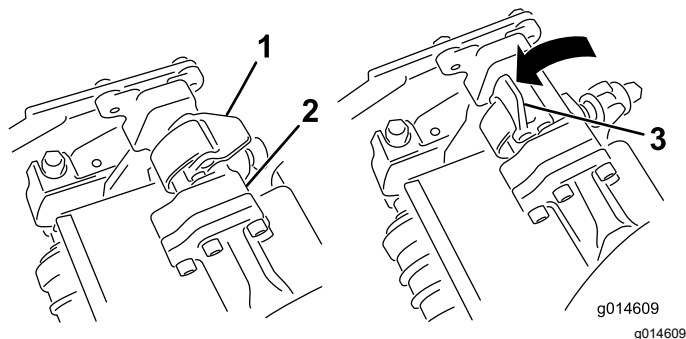
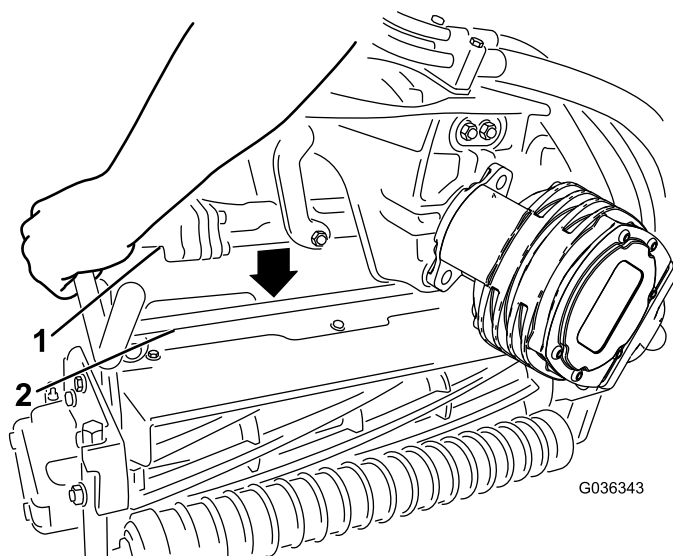

図 68
図 69
3. サスペンションアームのバーについているラッチ 図 68を開き、サスペンションアームを押し下げてバーをカッティングユニットの両方のピッチアームの上におろし、ラッチがカッティングユニットのクロスバーの下にくるようにする 図 69。
4. ラッチを下げて閉じるとカッティングユニットのバーがロックされてユニットがアームにセットされる 図 68。
6. 取り外したいカッティングユニットのサスペンションアームのバーについているラッチを開く 図 68。